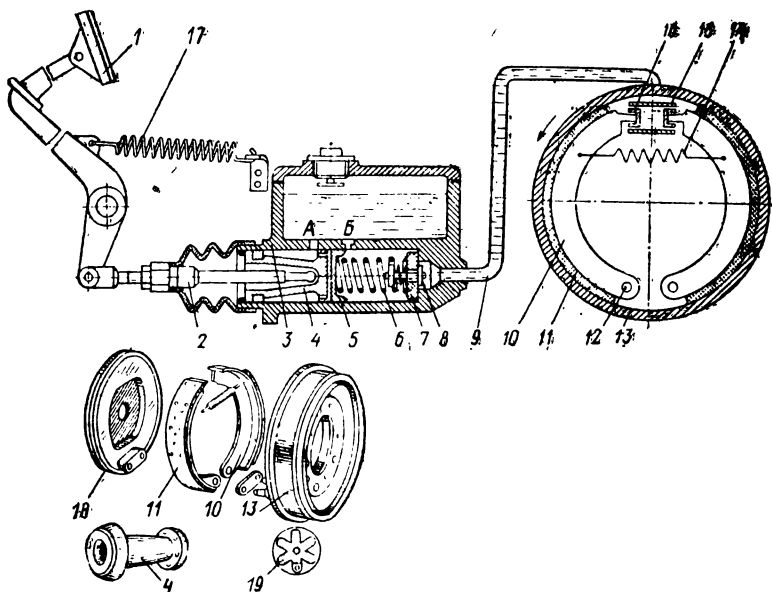

Рис. 51
IV. Барабанно-колодочный тормоз состоит из двух колодок, опорного тормозного диска, тормозного барабана, разжимного устройства и стяжной пружины. Какими цифрами эти детали обозначены на рис. 51?
VII. Схема пневматического или гидравлического привода тормозов представлена на рис. 51?
VIII. В каком ответе правильно названы основные части гидравлического привода тормозов? Какими цифрами они обозначены на рис. 51?
Задание 112. I. Какими цифрами (рис. 51) обозначены главный тормозной цилиндр, колесный тормоз-
II. Какие детали гидравлического привода тормозов обозначены на рис. 51 буквами и цифрами Б, 8, 16, 14?
III. Как взаимодействуют детали и тормозная жидкость (рис. 51) в тормозной системе при нажатии на педаль тормоза?
V. Какой буквой (рис. 51) обозначено перепускное и какой компенсационное отверстие в главном тормозном цилиндре?
VI. Какую функцию выполняет пружина 14 (рис. 51) в тормозном механизме?
VII. Какую функцию выполняют в главном тормозном цилиндре (рис. 51) отверстия А и Б?
VIII. Как взаимодействуют детали в тормозной системе (рис. 51) с гидравлическим приводом после отпущения педали 1 тормоза?
IX. Какая из пружин (6, 14, 17, рис. 51) препятствует возврату жидкости в главный цилиндр при от тормаживании?
X. При полностью отпущенной педали 1 (рис. 51), когда поршень 4 возвращается в исходное положение и усилие, действующее на обратный клапан 7 со стороны магистрали 9, уравнивается с усилием пружины 6, поступление жидкости в цилиндр прекращается и в магистрали, а также в колесных цилиндрах сохраняется некоторое избыточное давление. Для чего это нужно? Назовите приблизительную величину избыточного давления.
Задание 113. I. В случае быстрого освобождения педали тормоза жидкость не успевает сразу заполнить освободившийся объем в главном тормозном цилиндре вследствие сопротивления трубопроводов и обратного клапана 7 (рис. 51). При этом в цилиндре создается условие, которое может привести к подосу воздуха, а следовательно, к запаздыванию срабатывания привода при повторном торможении. Чем предотвращается подобное явление и обеспечивается нормальная работа системы?
II. При торможении отверстия в поршне (рис. 51) препятствуют созданию давления. Чем эти отверстия перекрываются в нужный момент?
IV. Как происходит перетекание жидкости из левой полости главного цилиндра (рис. 51) в правую, когда в последней создается разрежение в случае утечки жидкости из гидравлической системы тормозов?
VIII. В незаторможенном состоянии между толкателем 2 (рис. 51) и поршнем 4 должен быть зазор 1,5—2,5 мм, обеспечивающий отход поршня в исходное положение и полное оттормаживание колес. По каким параметрам можно судить о величине этого зазора?